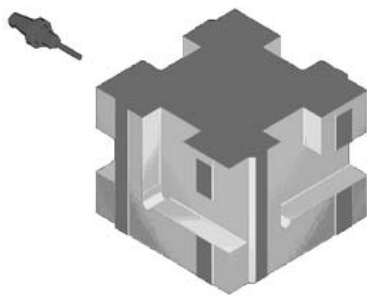

图 9-5 3+1 轴加工及产品
2) 3+1 轴加工：也可以说是四轴定位加工。它是指在四轴机床上实现三根运动轴同时联合运动，另一根运动轴间歇运动的一种加工形式。图 9-5 所示方形零件可以通过四轴加工来完成。